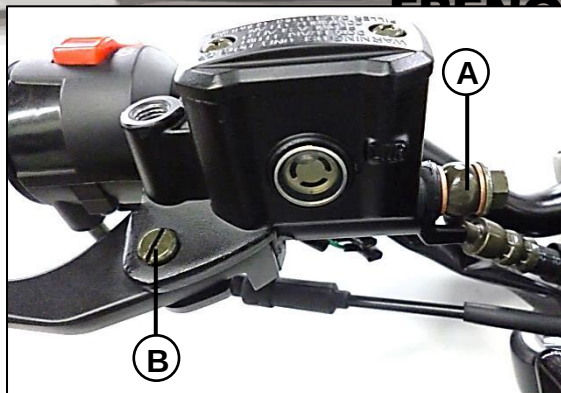

Fig. 15
Retire el tornillo conector de la manguera (A), la manigueta de freno (B). **Fig. 15**